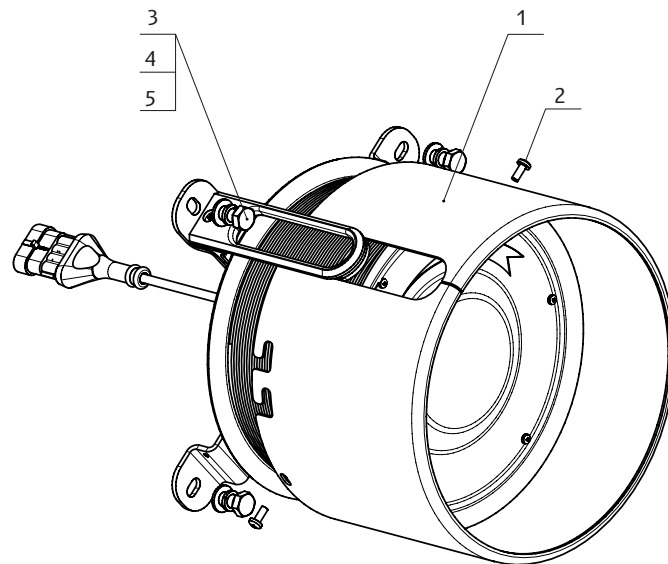
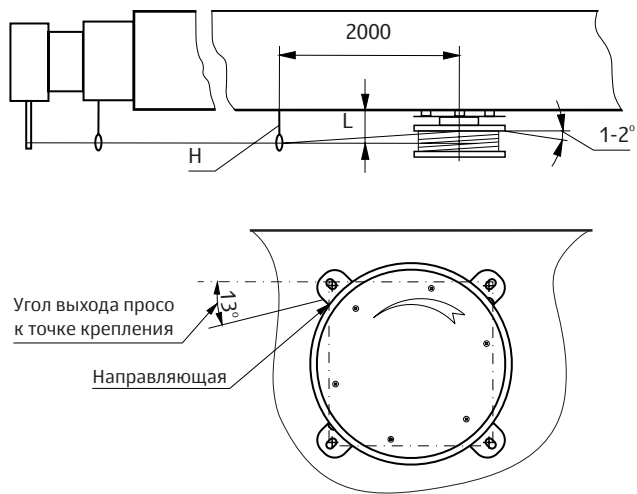

Рисунок 1. Установка начальной натяжки барабана
Рисунок 2. Установка барабана на стреле
Для исключения провисание кабеля на каждой секции стрелы установить направляющие. Направляющую на корневой секции стрелы установить на расстоянии 2 м от барабана. Обеспечить расстояние от поверхности стрелы до центра направляющей H равным расстоянию от поверхности стрелы до середины барабана датчика — L (см. рисунок 2). Закрепить барабан четырьмя болтами М8 (3), через отверстия в основании, подложив под головки болтов плоские (4) и пружинные шайбы (5) (см. рисунок 1).
- выкрутить три винта (2) и снять кожух (1) (см. рисунок 1);
- установить кожух (1) и закрутить три винта (2) (см. рисунок 1).